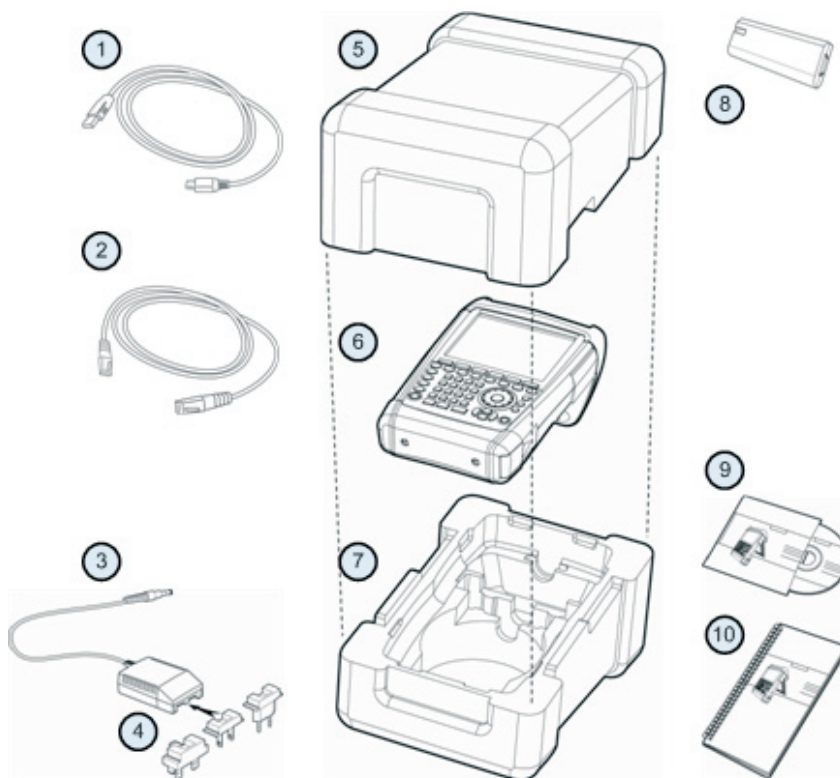

Рисунок 7.2 – Состав комплекта прибора
7.1.2 В упаковке содержатся все поставляемые принадлежности (см. рис. 7.2).